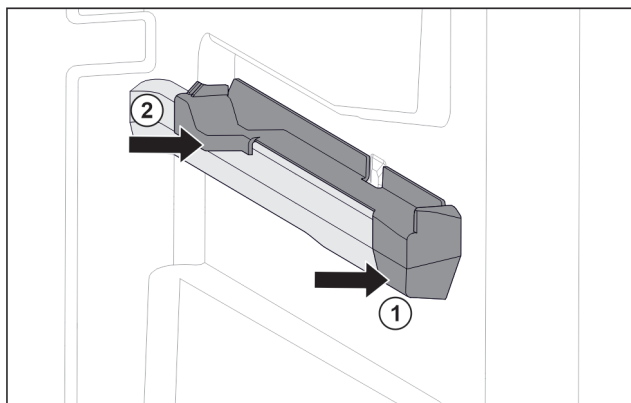

Fig. 77 Elemento inseribile sulla nervatura destra del contenitore
- Posizionare l'elemento inseribile sulla parte anteriore della nervatura del contenitore. Fig. 77 (1)
- Premere l'elemento inseribile sulla parte posteriore. Fig. 77 (2)